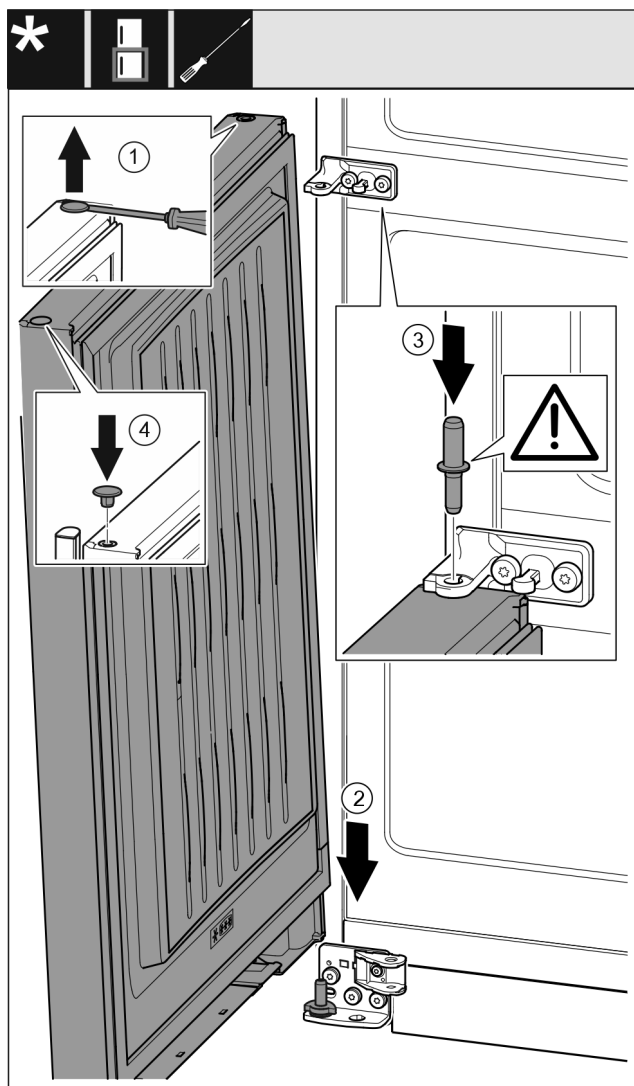

Fig. 44
- ▶ Stopfen Fig. 44 (1) vorsichtig mit einem Schlitzschraubendreher anheben und herausziehen.
- ▶ Tür Fig. 44 (2) von oben auf den unteren Lagerbolzen aufsetzen.
- ▶ Lagerbolzen Mitte Fig. 44 (3) durch Lagerbock Mitte in die untere Tür einsetzen. Dabei darauf achten, dass der Rastnocken nach hinten zeigt.
- ▶ Stopfen Fig. 44 (4) auf der anderen Türseite wieder einsetzen.